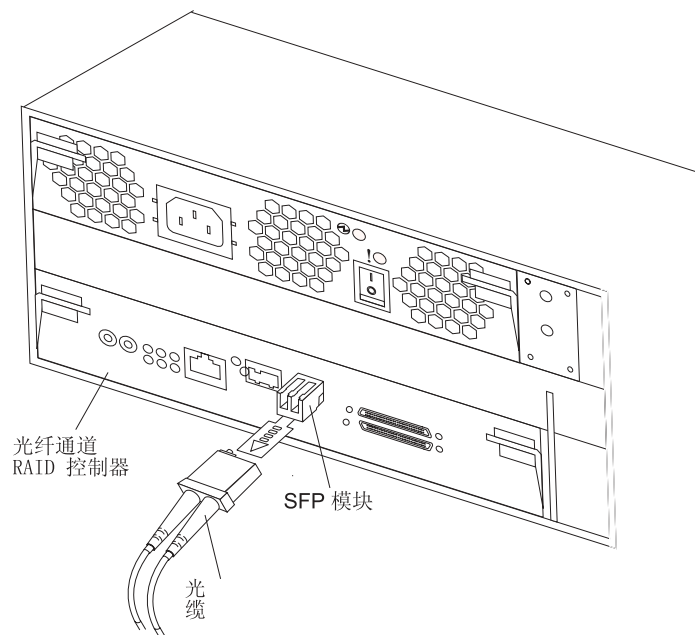

图 22. 将光缆连接到已安装的 SFP 模块
3. 如图 22 所示，将光缆连接到已安装的 SFP 模块。